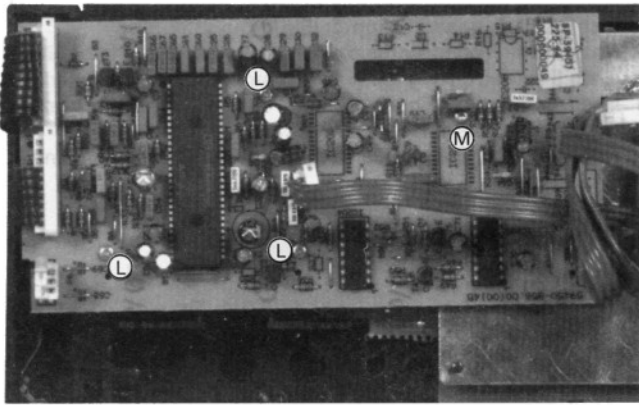

Fig. 6
- 3 Schrauben ƒ und Schraube ƒ heraus-schrauben (Fig. 6).
- Undo 3 screws ƒ and screw ƒ (Fig. 6).